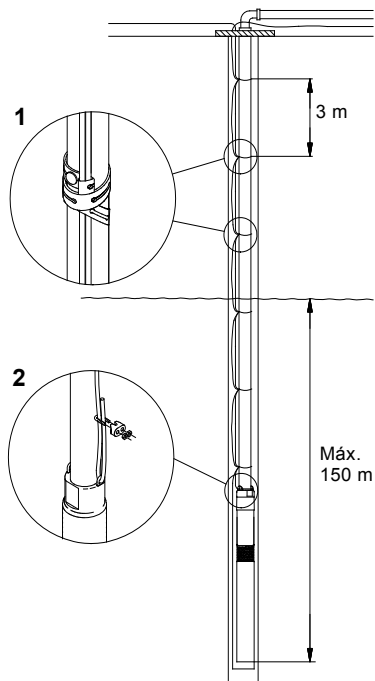

Fig. 11
Deben instalarse sujetacables cada 3 metros, ver fig. 11.
Profundidad **máxima** de instalación por debajo del nivel estático del agua: 150 metros, ver fig. 11.
Se recomienda sujetar la bomba mediante un cable de sujeción para este fin, ver fig. 11, pos. 2.